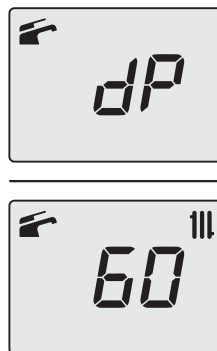

Figura 7.7
- Premere 3 volte il tasto 19 fino a far apparire sul display LCD le lettere **dP** (spazzacamino attivo in massimo sanitario) che si alternano con il valore di temperatura dell'acqua di riscaldamento (es. **60**), indicanti l'entrata nell'attivazione della "funzione spazzacamino" alla potenza massima in sanitario (Figura 7.7).